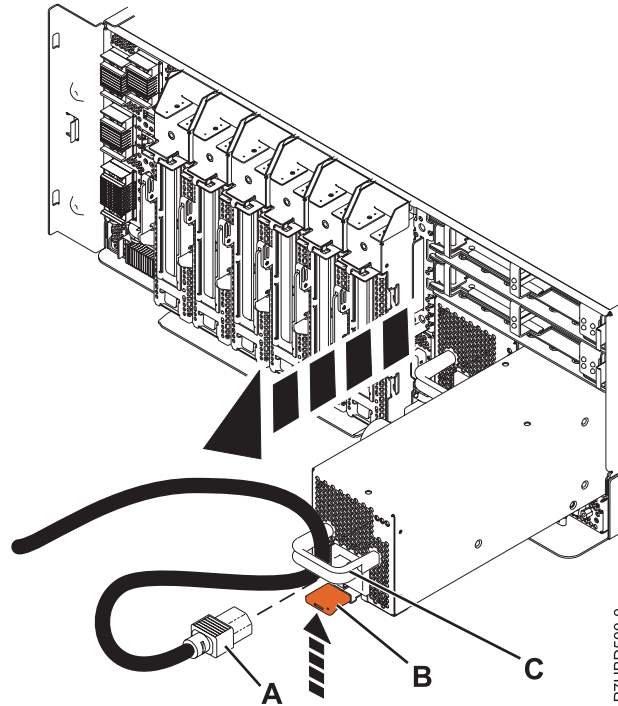

Figure 1. Retrait de l'alimentation électrique
8. Extrayez le bloc d'alimentation du système, comme indiqué dans la figure 1, à la page 3.